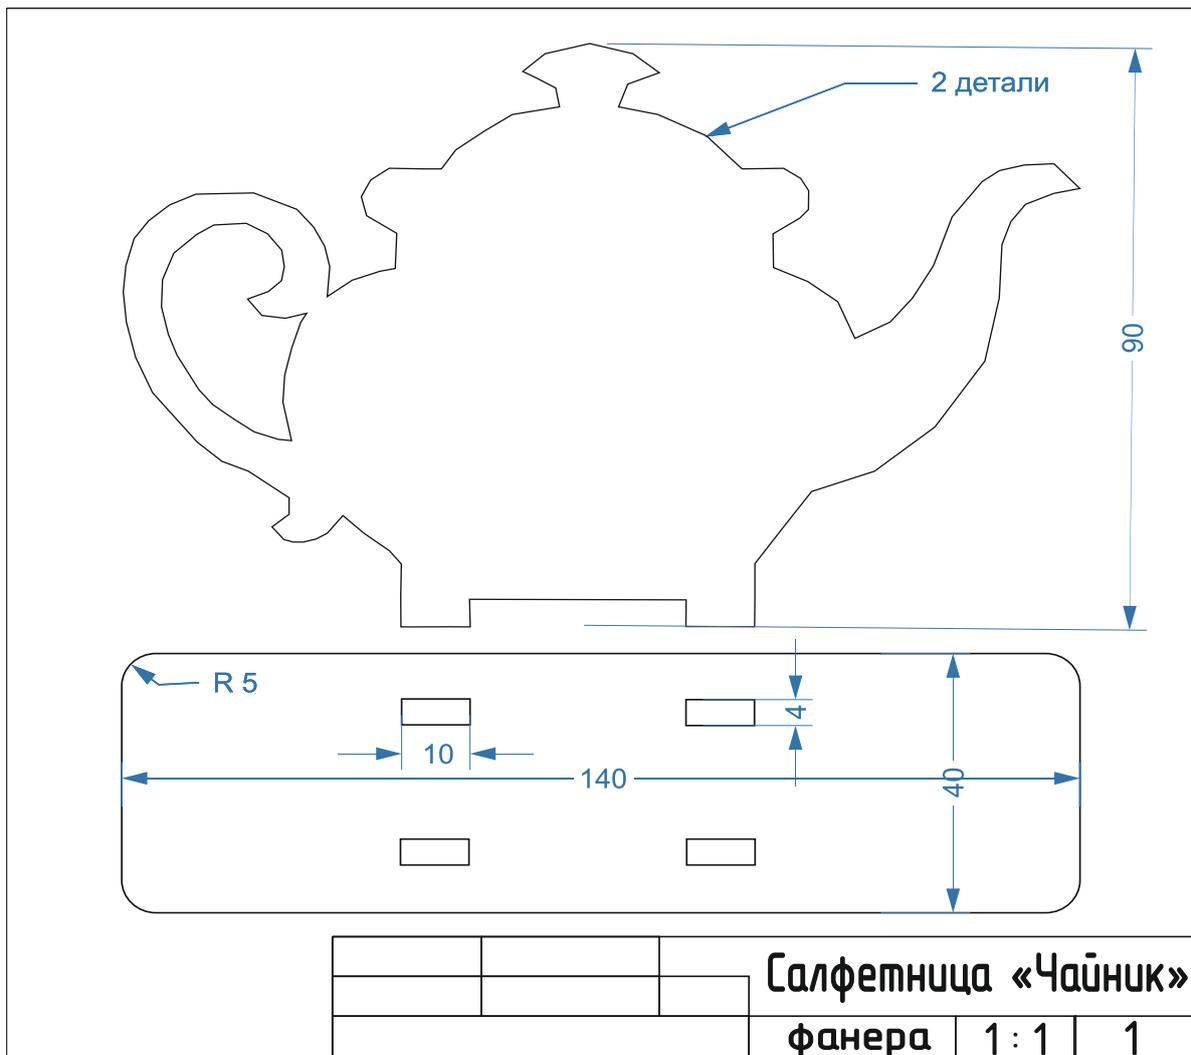

Рис. 1. Чертеж Салфетница Чайник
2. По чертежу изготовить Салфетница Чайник (рис. 1).